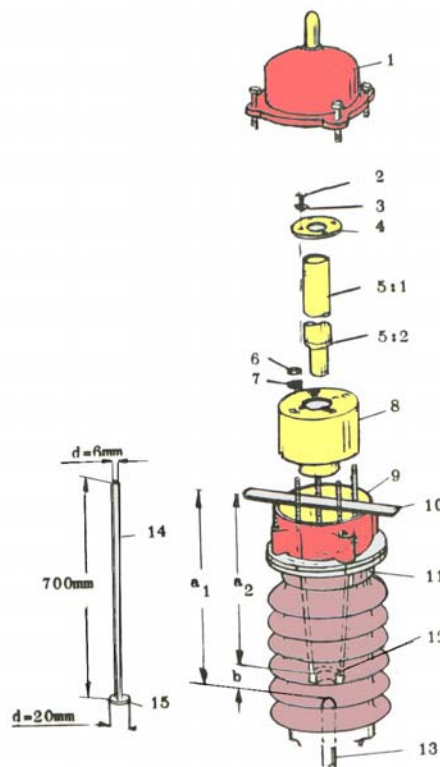

Figura 9. Cámara de Contactos Interruptor HLD 145
12. Mida el desgaste del contacto móvil. Coloque la regla nivel en la base de la brida y mida la distancia hasta el contacto clavija y luego hasta el asiento del contacto fijo, si hay desgaste el resultado dará 56 mm. Si esto se presenta cambie el contacto. Si no hay desgaste el resultado nos dará 50 mm, ver figura 9.
15. Desmonte el contacto fijo revisando las arandelas de amortiguación que sujetan el contacto fijo las cuales se encuentran con óxido se deben desmontar para su limpieza y armarla correctamente. Verifique los contactos, ver figura 9.
16. Mida la distancia del contacto móvil hasta la parte superior de la brida, ver puntos .1 y 2 de la figura 9.